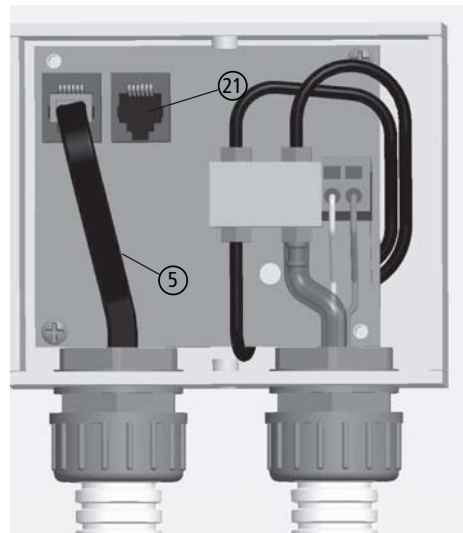

Abb. 4.10 Bedien- und Messeinheit, Anschluss der Datenbusleitung
- ⑤ Die Datenbusleitung zwischen der Schalteinheit des LUC und der Bedien- und Messeinheit auf der linken Buchse der Messplatine einstecken (siehe Abb. 4.10),
- ②① die Display-Einheit mit ihrer Datenbusleitung in der rechten Buchse einstecken, bzw. eingesteckt lassen.